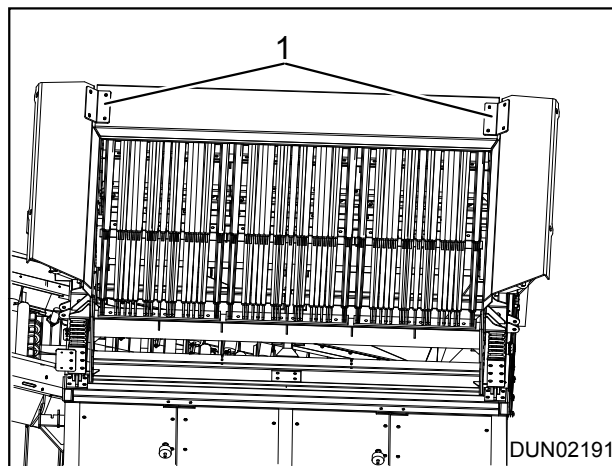

Figure 5.8 - Hoekklep van het trilrooster
2. Verwijder de twee hoekkleppen van het trilrooster (item 1), zie afb. 5.8.